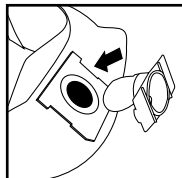

FIGURA 33
47. Con la abertura del deflector de entrada mirando hacia el lado izquierdo o derecho de la bolsa de filtro, deslice el collarín de la bolsa de filtro por encima del deflector de manera que las muescas del collarín de la bolsa coincidan con las lengüetas del deflector de entrada. La bolsa sólo encaja correctamente de una manera. **FIGURA 33.**